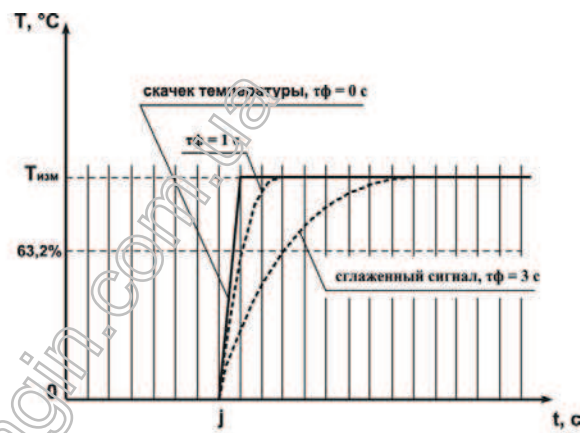

Рисунок 3.6
3.2.4.2 Цифровой фильтр устраняет шумовые составляющие сигнала, осуществляя его экспоненциальное сглаживание. Основной характеристикой экспоненциального фильтра является τ_f – постоянная времени цифрового фильтра, параметр $Ft1$ ($Ft2$, $Ft3$, $Ft4$) – интервал, в течение которого температура достигает 63,2% измеренного значения $T_{изм}$ (рисунок 3.6).